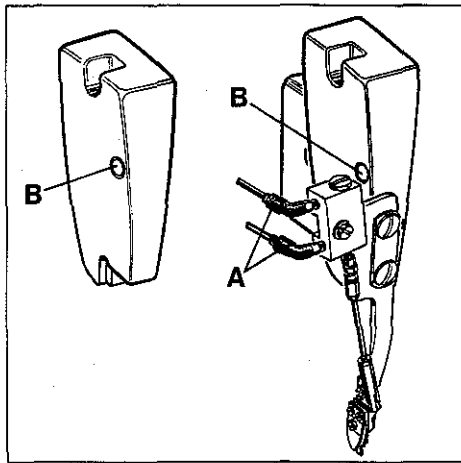
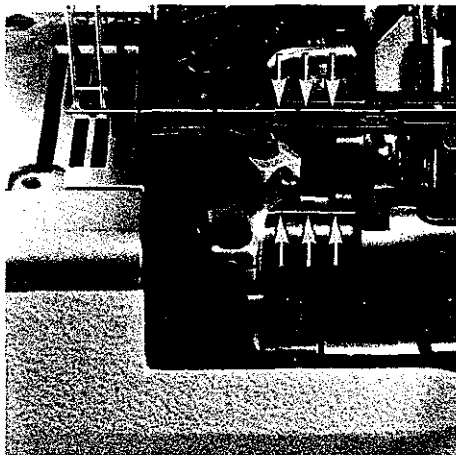
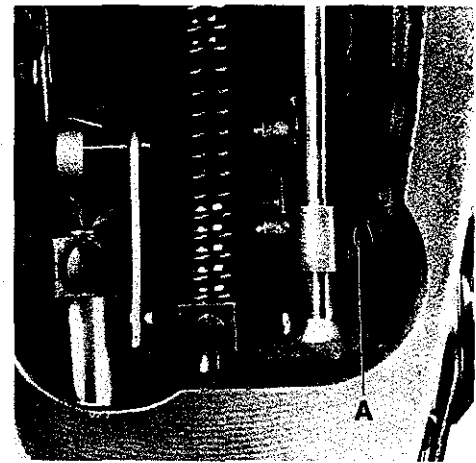
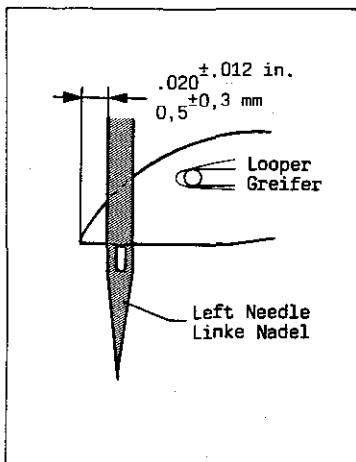

Fig.19
Fig.21
Fig.20
Fig. 23
1. Remove the head cover*, presser foot and feed dogs. For removing the head cover on styles with cover thread trimmer the PA-tubes have to be disconnected on the swivel elbows (A, Fig. 19) of the air cylinder.
3. Loosen screw (A, Fig. 20) and turn needle bar as required, so the needles center in the needle holes of throat plate and are parallel to the looper shaft (see Fig. 21). This can be checked by holding a ruler against the needles.
4. Retighten screw (A, Fig. 20).
* The needle bar can also be aligned and set to height without removing the head cover. For this, remove plug (B, Fig. 19) in the head cover to have access to screw (A, Fig. 20) in the needle bar connection. Remount the plug.
1. Entfernen Sie den Kopfdeckel*, Drückerfuß und Transporteure. Zum Entfernen des Kopfdeckels müssen bei Maschinen mit Legfadenabschneider die PA-Schläuche an den Winkleinverschraubungen (A, Fig. 19) am Luftzylinder gelöst werden.
3. Lösen Sie die Schraube (A, Fig. 20) und drehen Sie die Nadelstange so, daß die Nadeln mittig in die Stichlöcher der Stichplatte einstechen und parallel zur Greiferwelle stehen (siehe Fig. 21). Dies kann durch Anlegen eines Lineals an die Nadeln geprüft werden.
4. Ziehen Sie die Schraube (A, Fig. 20) wieder an.
* Die Nadelstange kann auch ohne Abbau des Kopfdeckels ausgerichtet und auf die Höhe eingestellt werden. Entfernen Sie dazu den Verschlußstopfen (B, Fig. 19) im Kopfdeckel, damit die Schraube (A, Fig. 20) im Nadelstangen-Mitnehmer zugänglich wird. Montieren Sie den Verschlußstopfen wieder.
The height of needle bar is correct, when the looper point at its travel from right to left is 0.5 mm (.020 in.) left of the left needle (see Fig. 23) and the top of the needle eye is flush with the underside of the looper. For adjustment loosen screw (A, Fig. 20)* and move needle bar up or down as required. Retighten screw (A). Care should be taken not to disturb the alignment of the needle bar when making this adjustment.
Die Nadelstangenhöhe ist richtig eingestellt, wenn die Greiferspitze bei ihrem Weg von rechts nach links 0,5 mm links der linken Nadel steht (siehe Fig. 23) und Oberkante Nadelöhr und Unterkante Greifer in gleicher Höhe stehen. Lösen Sie für diese Einstellung die Schraube (A, Fig. 20)* und schieben Sie die Nadelstange nach Bedarf nach oben oder unten. Ziehen Sie die Schraube (A) wieder an. Beachten Sie, daß bei dieser Einstellung die Nadelstange nicht verdreht wird.
* Die Nadelstange kann auch ohne Abbau des Kopfdeckels ausgerichtet und auf die Höhe eingestellt werden. Entfernen Sie dazu den Verschußstopfen (B, Fig. 19) im Kopfdeckel, damit die Schraube (A, Fig. 20) im Nadelstangen-Mitnehmer zugänglich wird. Montieren Sie den Verschußstopfen wieder.